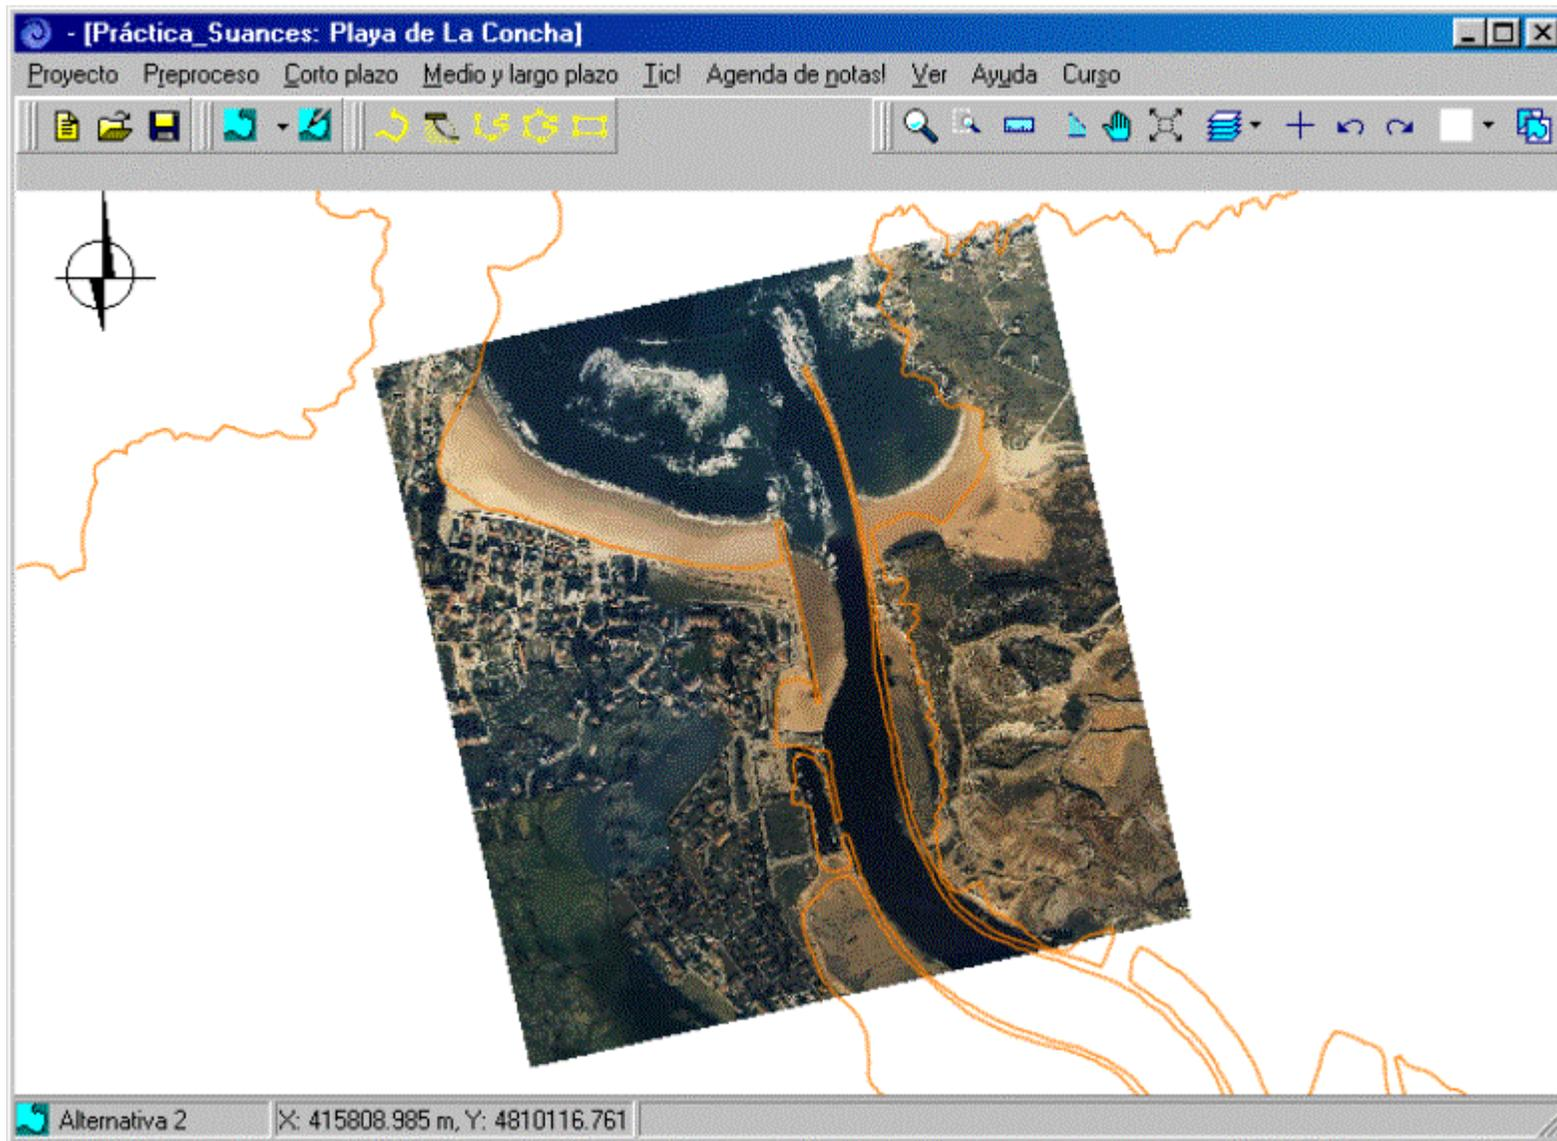

Figura 7.36
- En la figura 7.36 aparecen la foto aérea y la costa superpuestas.